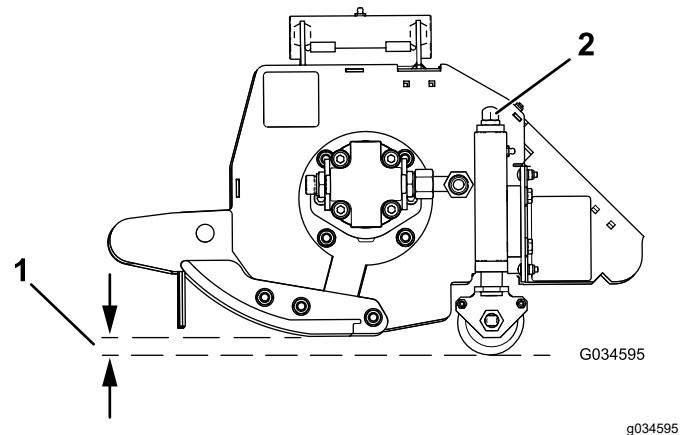

Bild 31
2. Drehen Sie die Stellmutter an beiden Enden nach rechts, um die Schnitthöhe zu verringern, oder nach links, um die Schnitthöhe zu erhöhen (Bild 31).